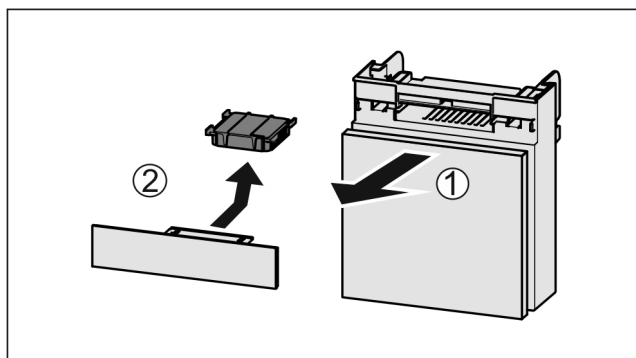

Fig. 142
- ▶ Zásuvku vytáhněte dopředu Fig. 142 (1).
- ▶ Filtr s aktivním uhlím vyjměte Fig. 142 (2).